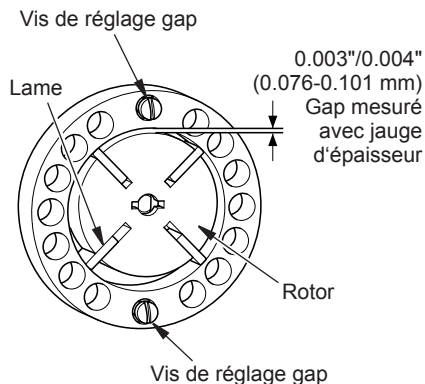

Figure 18 - Emplacements gap vis de réglage
6. Déposer le rotor, d'insertion et lames (voir figure 18).
9. Vérifier l'écartement sur le rotor. Ajuster à 0.076/0.101 mm (0,003"/0,004") si nécessaire (voir figure 18).